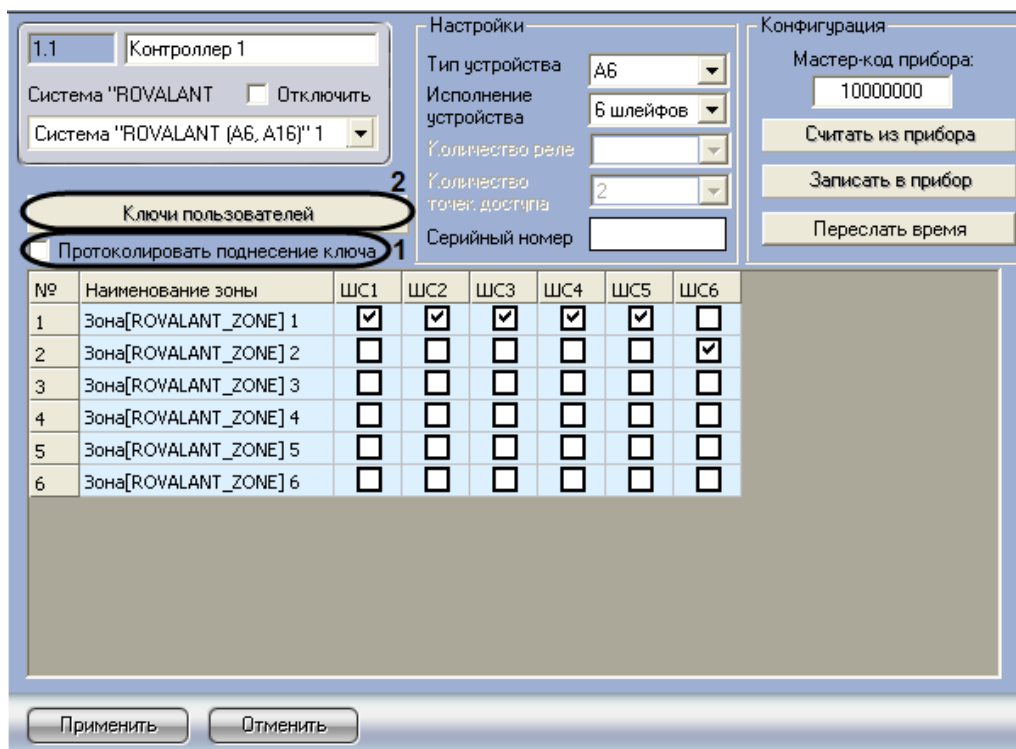

Рис. 3.3—5 Задание ключей пользователя
1. Перейти на панель настроек объекта **Контроллер** (Рис. 3.3—5).
- Установить флажок **Протолировать поднесение ключа**, если необходимо отображать в протоколе событий случаи предъявления идентификатора доступа (см. Рис. 3.3—5, 1).